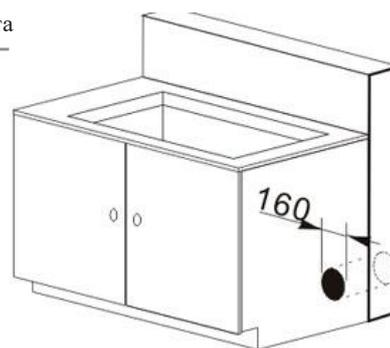

Рис. 4
5. В стене в направлении выхода воздуха должно быть проделано отверстие размером около 160 мм. Смотрите рис. 4.
5. Поместите прибор в сборе в шкаф, см. рис. 4.